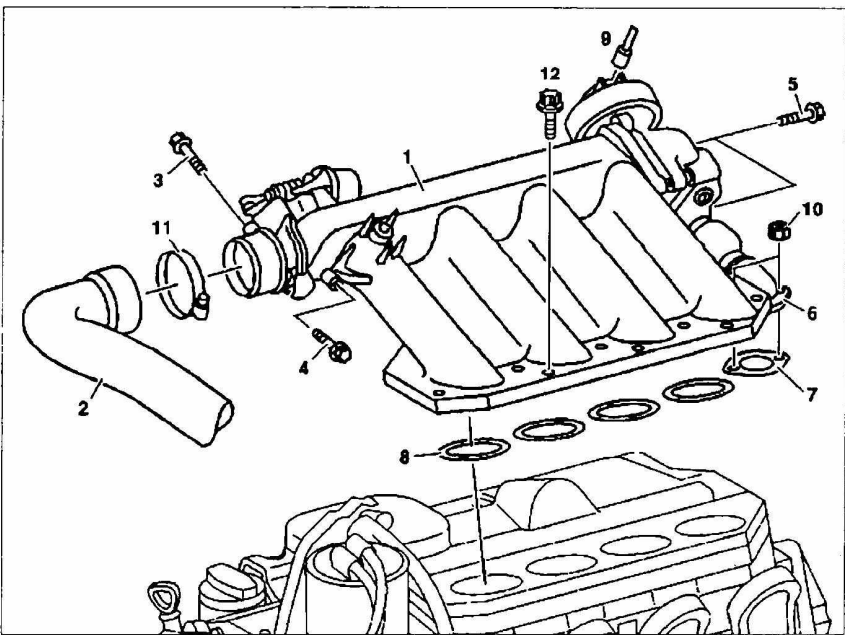

Рис. 39. Снятие и установка верхней части коллектора распределения нагнетаемого воздуха:
1. Отсоедините воздухопровод **2** от верхней части коллектора распределения нагнетаемого воздуха **1** (рис. 39).